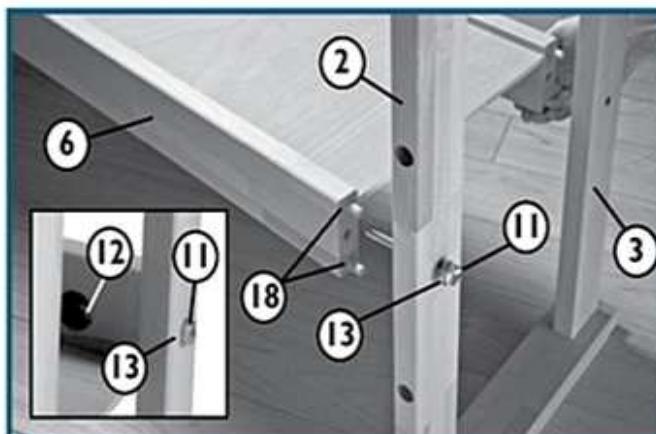

Fig. 3
3.) Benutzen Sie zwei Dübel (18), Sechskantschraube M-12x100 (11), eine Scheibe (13) und M12 die Schraubenmutter (12) zum Anschrauben des Querbalkens an ein Tischbein (Abbildung 3). Der Regalboden kann an der Oberseite oder der Unterseite des Querbalkens montiert werden (Abbildung 3). Stellen Sie sicher, dass die Bohrungen in den Beinen nach vorne zeigen. Wiederholen Sie die Montage für die andere Seite.